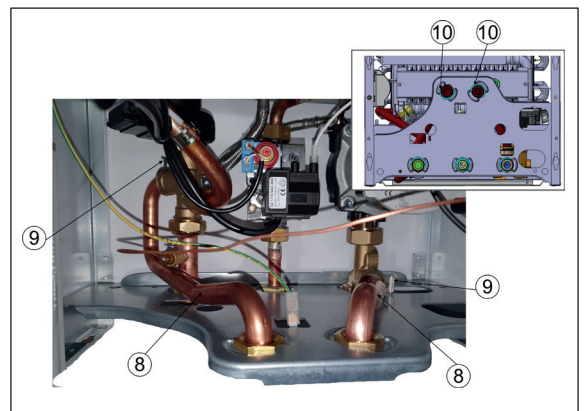

Bild 6
- O-Ring auf die beiden Verrohrungen (8) montieren und einfetten
- Einbauen der beiden Verrohrungen (8) (Bild 6)
- Wieder Einstecken der beiden Verrohrungsclips (9) am 3 Wegeventil und am Rücklaufblock
- Wieder Einbauen der beiden Halbmondringe (10) an der Unterseite